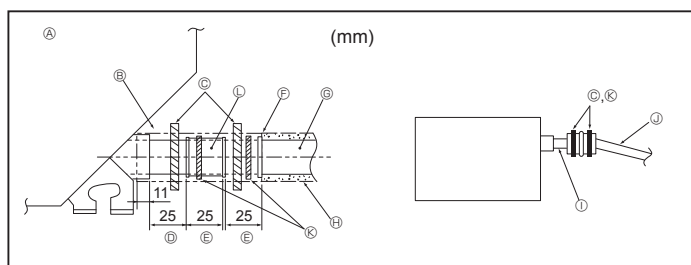

Fig. 3-2
- ① O.D. $\varnothing 38$ TUBO PVC para agrupación de tuberías. (9 mm o mayor aislamiento)
- Conecte el tubo de desagüe (suministrado con la unidad) al orificio de desagüe. (Fig. 3-2)